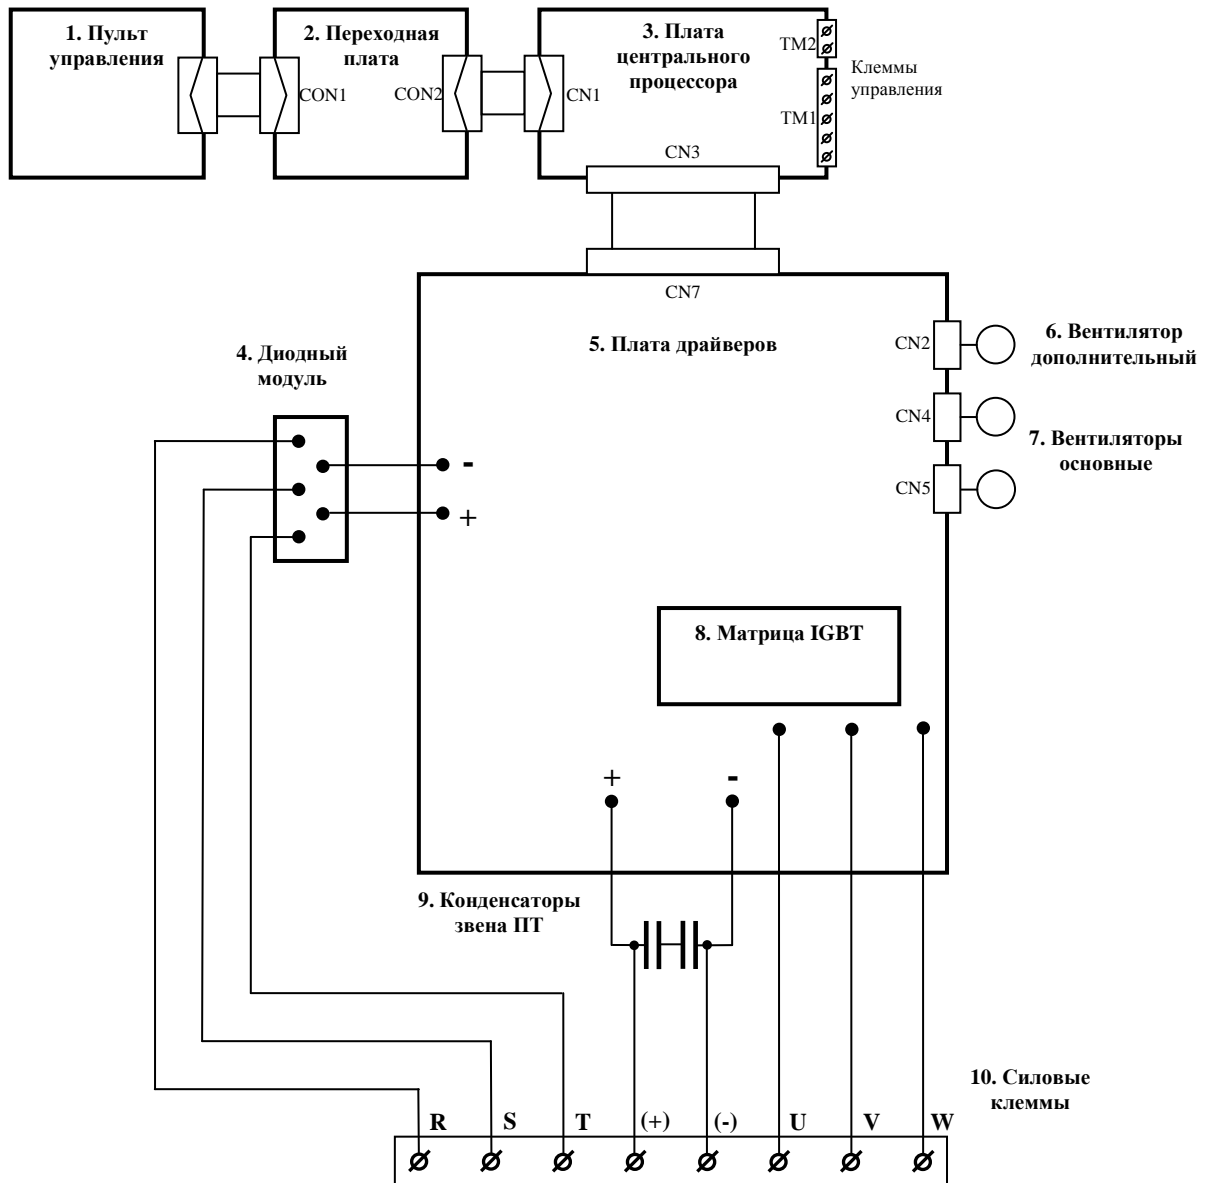

Рис. 4.2. Блок-схема преобразователей частоты **E4-P8402-050H**
4.3. Блок-схема преобразователей частоты **E4-P8402-050H** приведена на рис. 4.2, структурная схема преобразователей - в Приложении 1.
4.4. Фотографии сменных узлов, входящих в состав преобразователей частоты **E4-P8402-050H**, приведены в табл. 4.1. (порядковые номера соответствуют рис. 4.2).